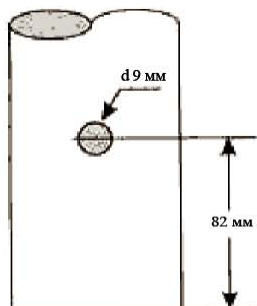

Рисунок 9
1. Просверлите сквозное отверстие диаметром 9 мм в обеих стенках мачты, центр отверстия должен находиться в 82 мм от ее нижнего торца (см. Рисунок 9). При сверлении держите дрель строго перпендикулярно и по центру мачты, чтобы отверстия в ней потом совпали с отверстиями в фиксаторе основания.